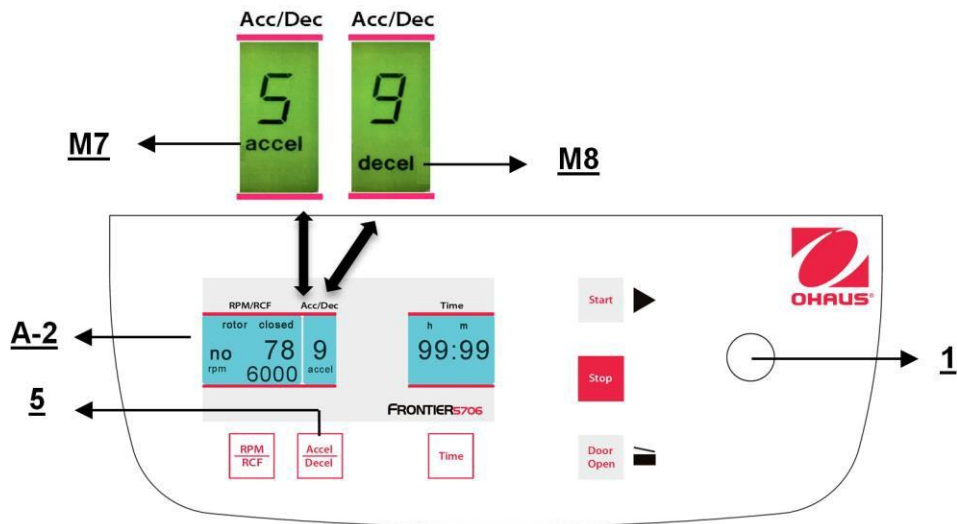

Figura 21
Esta función se activa con el botón "Accel/Decel" (5) (vea la Figura 21).